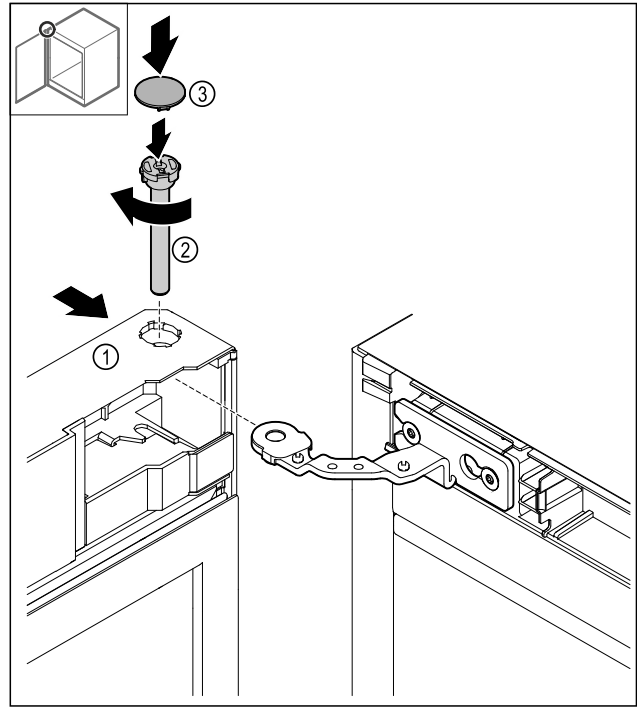

Fig. 47
- ▶ Užstumkite duris Fig. 47 (1) iš viršaus ant lanksto.
- ▶ Įkiškite kaištį Fig. 47 (2) ir prisukite pagal laikrodžio rodyklę.
- ▶ Uždėkite dengiamąją plokštelę Fig. 47 (4).